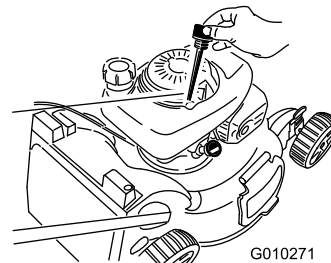

Figura 38
6. Rimuovete l'asta di livello dal tubo di riempimento dell'olio (Figura 38).